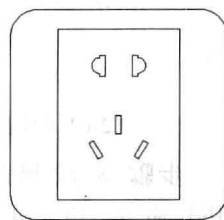

图 3-5 镜像处理
步骤 9 镜像处理。使用 MIRROR 命令，选择步骤 (6) 和步骤 (8) 处理后的图形为镜像对象，以 (180,200) 和 (180,120) 为镜像线上的第一点和第二点进行镜像处理，效果如图 3-5 所示。